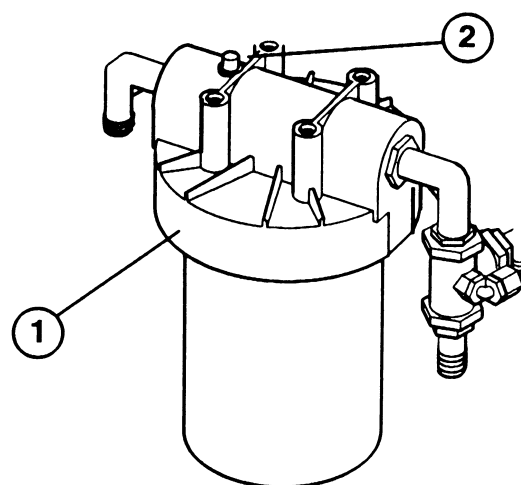

Fig. 9
5. Stik hånden ned under benzintanken og tryk på udluftningsknappen overpå vandfilterhovedet (Fig. 9). Hold udluftningsknappen nede, indtil al luft er kommet ud af filteret og der kommer vand ud af åbningen.